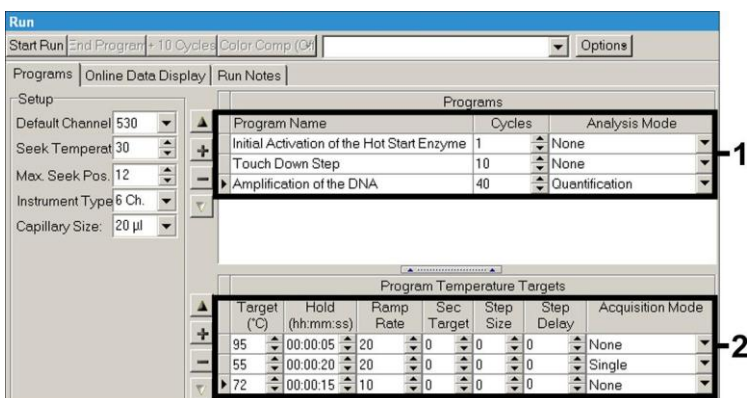

Fig. 10: Amplificación del ADN.
- C. Amplificación del ADN Fig. 10